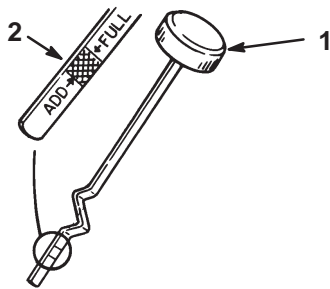

Figure 15
4. Dévissez la jauge d'huile et essuyez soigneusement l'extrémité métallique (Fig. 15).